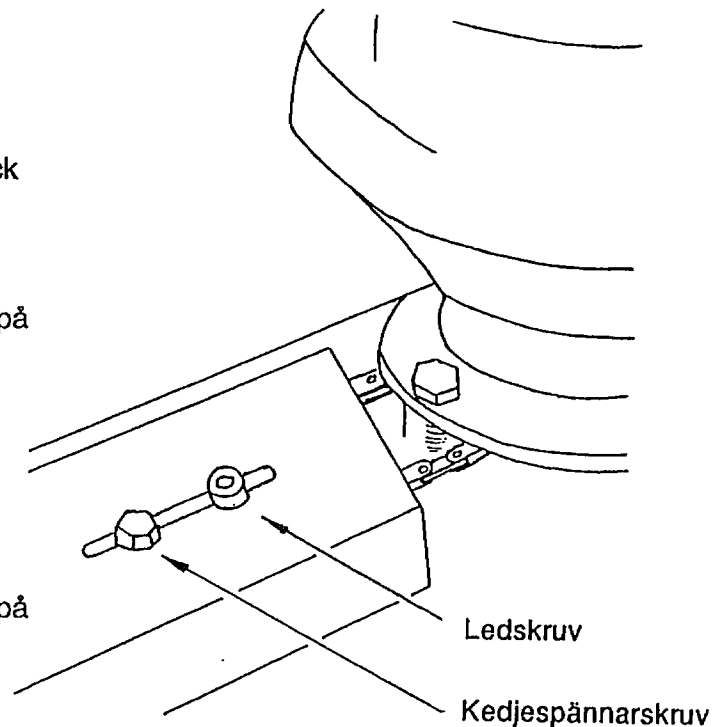

Fig 7. Justering drivkedja
6.1. Skötsel av drivkedjan (Fig 7)